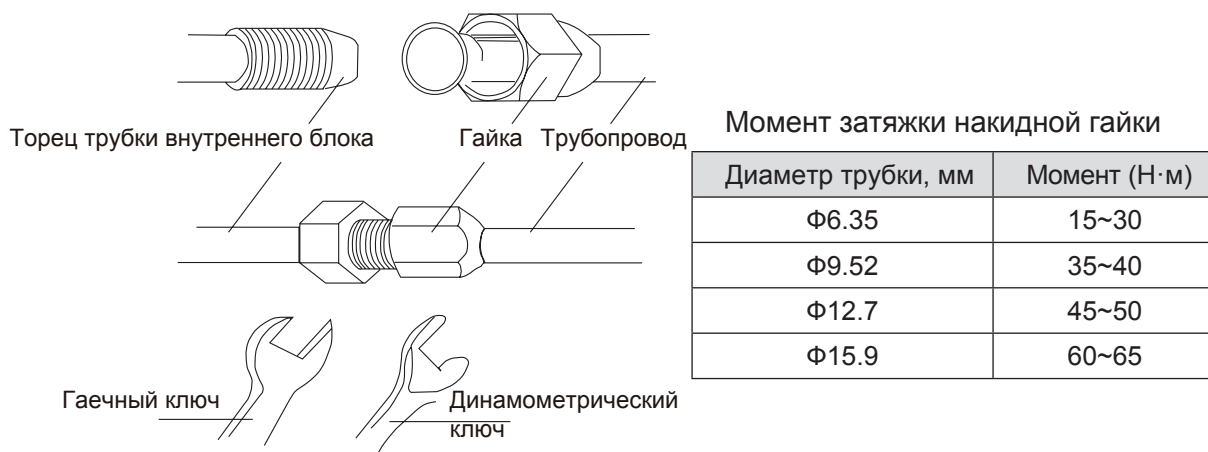

Рис.4.2
- (1) Отцентрировать раструб медной трубки с центром конусной гайки и затем закрутить гайку рукой (см. рис. 4.2).
- (2) Закрутить накидную гайку динамометрическим ключом до щелчка.